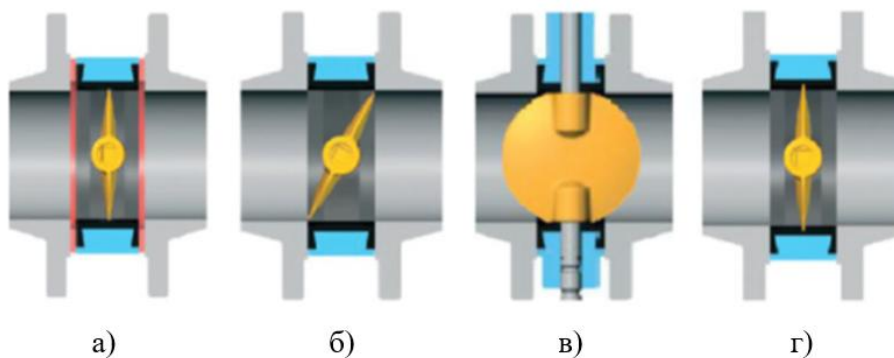

Рисунок 5.56. Процедура установки затвора
Не допускается применение дополнительных прокладок и любых герметизирующих материалов (герметиков) между затвором и ответными фланцами трубопровода, рис. 5.56 а).
Диск должен быть приоткрыт, не выходя за корпус затвора, рис. 5.56 б).
- Выполнить пробное открытие-закрытие затвора рис. 5.56 в).
В случае монтажа затвора с диском в закрытом положении, седловое уплотнение затвора (манжета) деформируется, и дальнейшее открытие диска будет затруднительным или невозможным, рис. 5.56 г).